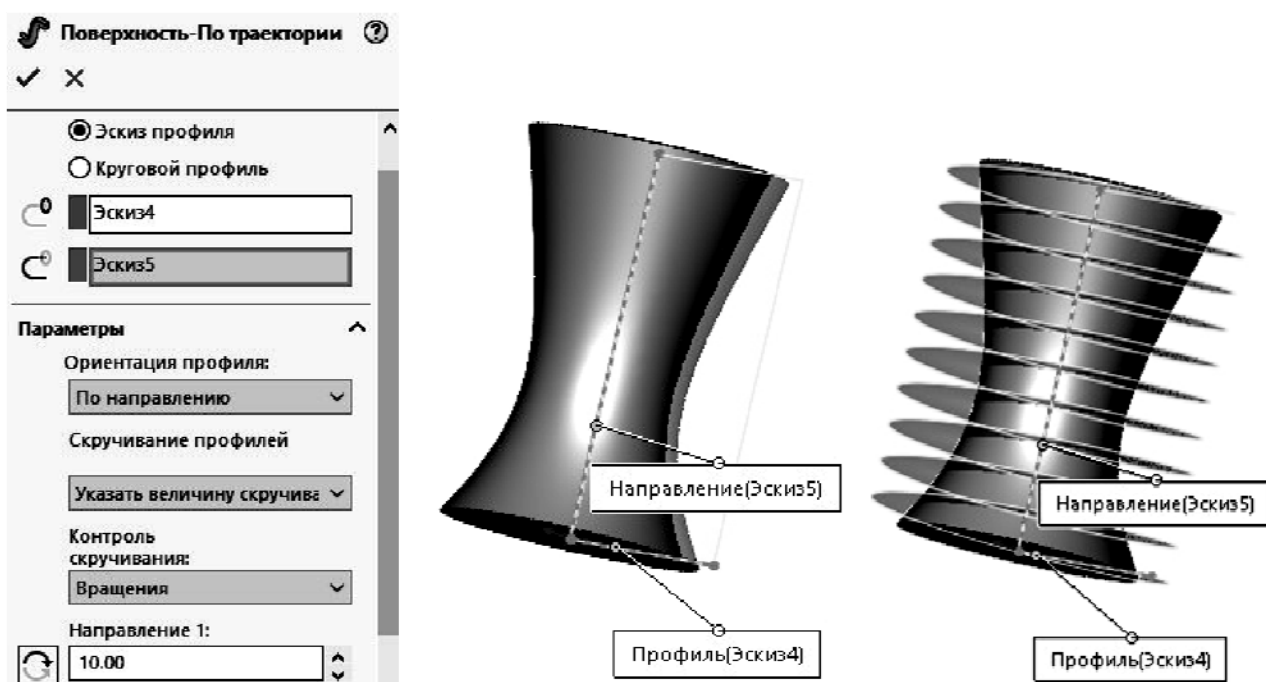

Рис. 6 Инструмент «Поверхность по траектории»
– настроить параметры для образования поверхности по траектории: панель «Поверхности» / «Поверхность по траектории», указать все необходимые параметры, завершить построение (рис. 6);